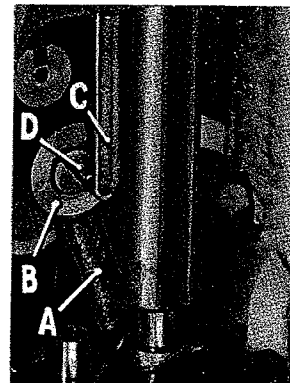

Fig. 26
La conexión de la barra de la aguja (A, Figs. 26, 27) se lubrica
1. La arandela de empuje (B, Fig. 26) deberá colocarse en posición de suerte que la mecha de aceite (C) limpie a través de la porción delgada de la arandela de empuje. La arandela se pone en su lugar aflojando el tornillo izquierdo (D).